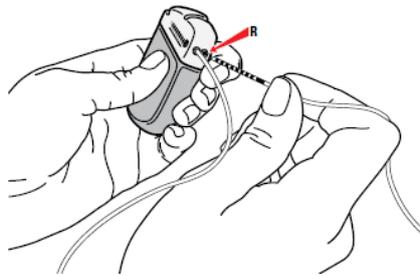

Figura 28. Conexión al puerto R del GII
b. Conecte la extensión del hemisferio derecho al puerto R (o D) (Figura 28).